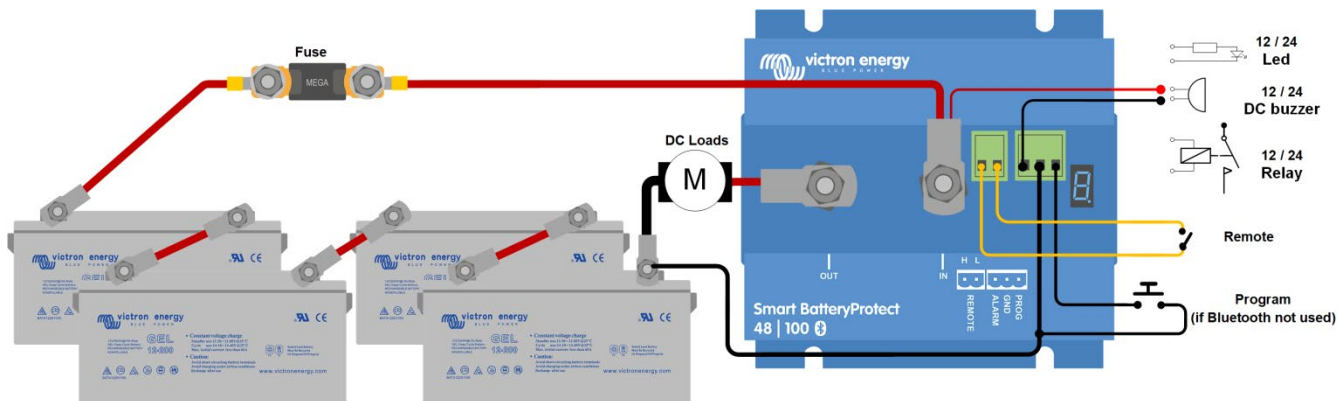

Figura 1 Esquema de ligações do SBP 48|100 (use a entrada remota para a funcionalidade de ligar/desligar do sistema)
8. Se puede conectar un interruptor On/Off remoto entre «Remote H» y «Remote L» (ver figura 1). Alternativamente, el terminal H se puede cambiar al polo positivo de la batería, o el terminal L se puede cambiar al polo negativo de la batería.
9. Puede conectarse una señal acústica, LED o relé entre la salida de alarma y el positivo de la batería (ver figura 1). Carga máxima sobre la salida de alarma: 50 mA (a prueba de cortocircuitos).